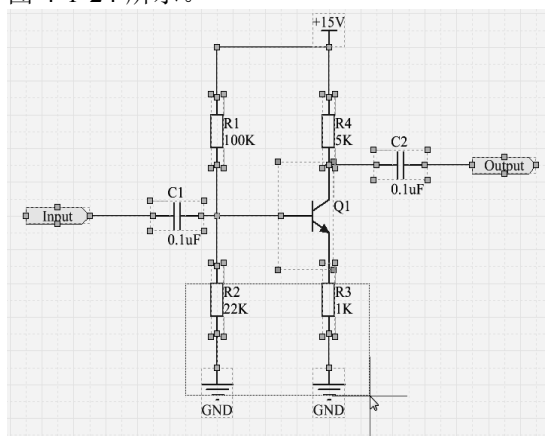

图 4-1-23 矩形虚线框覆盖要取消选中状态的对象
① 执行菜单命令 Edit → DeSelect → Touching Rectangle，鼠标指针变为十字形。
② 在适当位置单击，然后移动鼠标指针将产生一个矩形虚线框，使矩形虚线框完全覆盖电阻 R2、R3、GND 网络标号以及它们之间的连接导线，如图 4-1-23 所示。